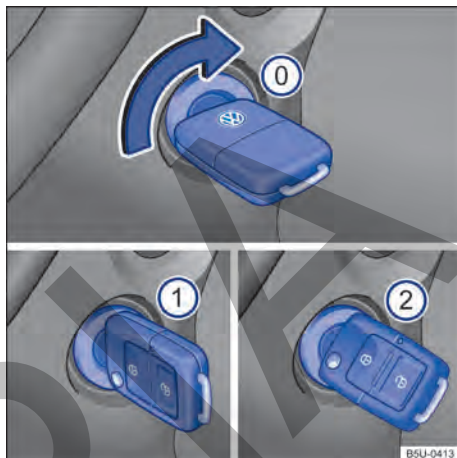

Fig. 89 Al lado del volante de la dirección, a la derecha: posiciones de la llave del vehículo en la cerradura de encendido.
◀ Posiciones de la llave del vehículo → **fig. 89**
3.	Girar la llave del vehículo en el encendido para la posición → fig. 89 ② para arrancar el motor – no acelerar.
4.	Gire la llave del vehículo en la cerradura de encendido hasta la posición → fig. 89 ① para conectar el encendido. En ese momento la luz de control del sistema de arranque en caliente ☞ se encenderá en el instrumento combinado.
6.	Gire la llave del vehículo en la cerradura de encendido hasta la posición → fig. 89 ② para poner en marcha el motor – sin acelerar. En caso de que no se respete la etapa 5, la luz de ▶
control  titilará indicando la necesidad de interrumpir el procedimiento de partida y repetirlo después de volver la llave a la posición → fig. 89  y esperar aproximadamente 10 segundos.
5.	Girar la llave del vehículo en la cerradura de encendido a la posición → fig. 89 ①.